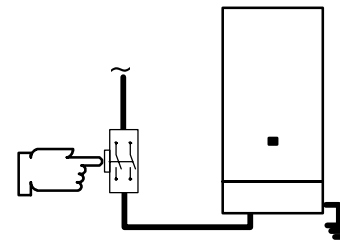

fig. 3.1
- in prossimità della caldaia deve essere installato un interruttore onnipolare con una distanza di apertura dei contatti di almeno 3 mm (fig. 3.1). Per i collegamenti elettrici consultare la sez. 3.6 di questo capitolo.